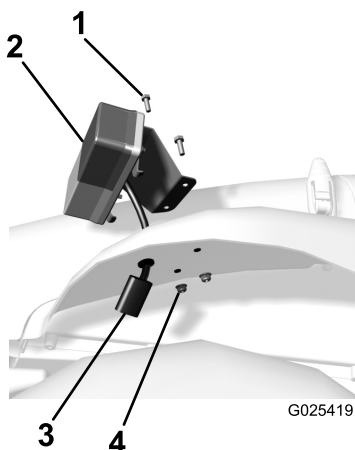

Figura 6
- Montate il gruppo luce di direzione sinistra sul parafrangente anteriore sinistro in corrispondenza dei fori praticati in precedenza (Figura 6).